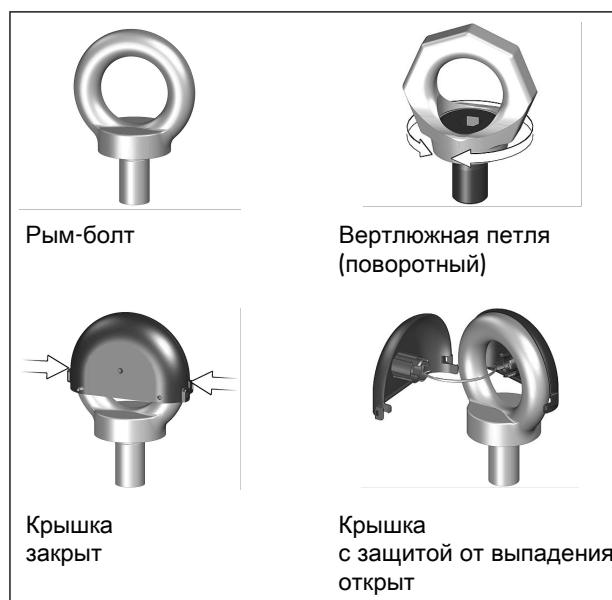

Рис. 13: Защита от выпадения на рым-болте/вертлюжной петле
1. Откройте и снимите крышку рым-болта, слегка надавив на два боковых зажимных соединения, см. Рис. 13.
6. После установки снимите подъемные стропы, установите и закройте крышку рым-болта, см. Рис. 13.